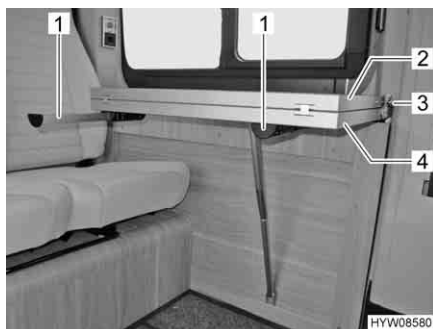

Fig. 27 Tavolo
- Sfilare i due puntelli (Fig. 27,1).
- Sfilare il bottone di sicurezza (Fig. 27,3) e rimuovere la cintura di ritegno dalla prolunga del piano del tavolo (Fig. 27,2).
- Aprire la prolunga del piano del tavolo (Fig. 27,2).
- Ripiegare la prolunga del piano del tavolo (Fig. 27,2).
- Spingere il bottone di sicurezza (Fig. 27,3) della cintura di ritegno sul supporto della prolunga del piano del tavolo.
- Infilare dentro i due puntelli (Fig. 27,1).
- Sollevare leggermente il piano del tavolo (Fig. 27,4) in avanti.